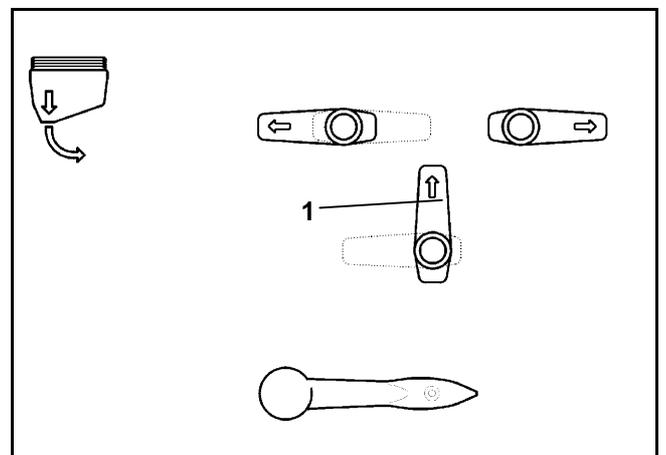

Fig. 7.12
- Girar el grifo de conmutación de varias vías (Fig. 7.12/1) según la Fig. 7.12 y aspirar el contenido del recipiente de llenado.
Mediante posiciones intermedias en el grifo de conmutación de 3 vías (Fig. 7.12/1) se deja ajustar a voluntad la velocidad de aspiración.